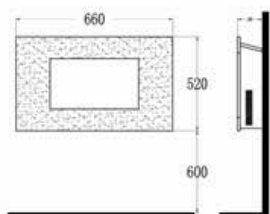

Fig. 3
- Der anbefales en højde på 600 mm fra bunden af varmelagemet til gulvet for optimal visning af brændstoflejet (Se fig. 3 for anbefalede monteringsmål).